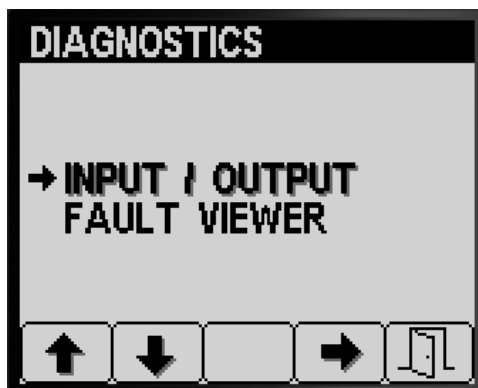

Figura 84
1. Prima o botão 1 ou 2 no ecrã Diagnóstico até encontrar a opção ENTRADA/SAÍDA (Figura 84).
4. Prima o botão 5 para sair do ecrã ENTRADA/SAÍDA e voltar ao ecrã DIAGNÓSTICO (Figura 84).
2. Prima o botão 3 para seleccionar a entrada ENTRADA/SAÍDA (Figura 84).